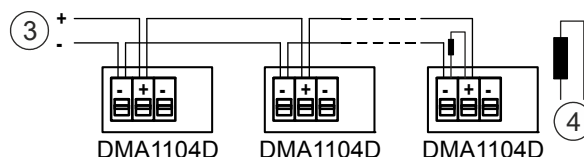

Fig. 4
– See Fig. 4.
– Siehe Fig. 4.
– Voir fig. 4.